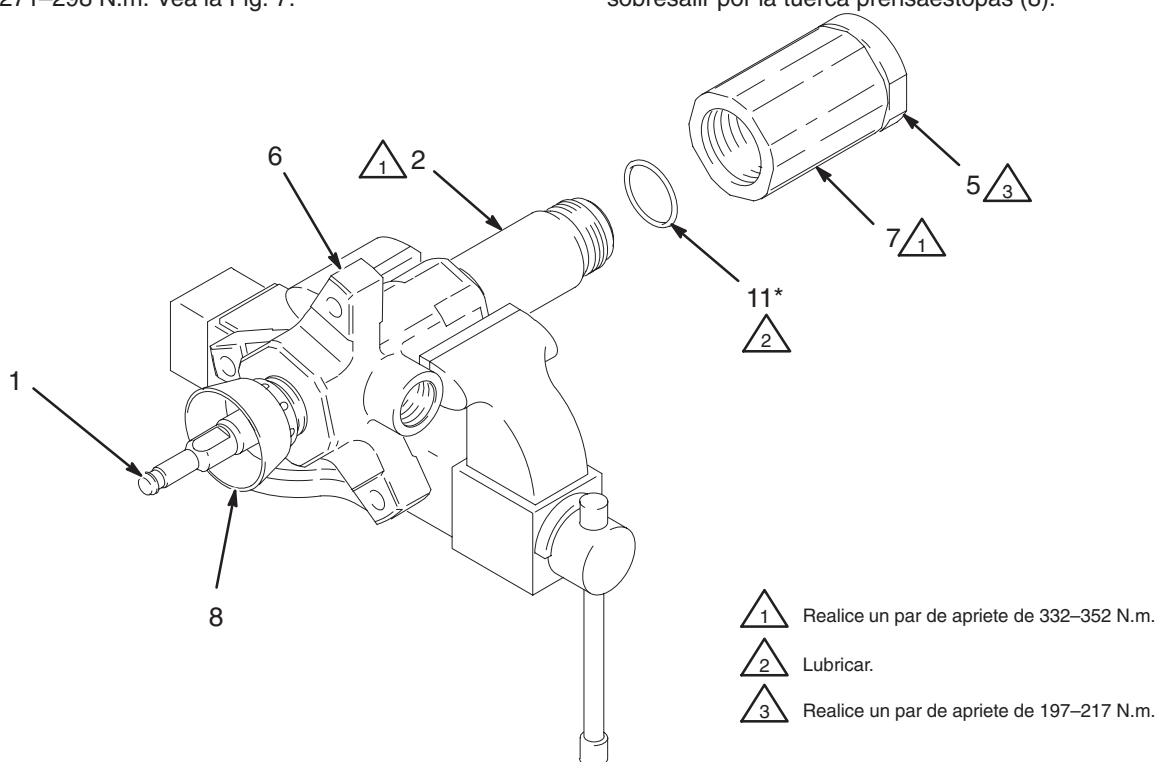

Fig. 8
5. Lubrique la rosca de la tuerca prensaestopas (8) e instálela, sin apretarla demasiado, en el alojamiento de salida (6).
6. Lubrique las empaquetaduras del pistón. Introduzca la base de la varilla (1) y el conjunto del pistón en el cilindro (2). Dado que el cilindro es simétrico, cualquiera de los lados puede estar dirigido hacia arriba. Utilice un martillo de goma para introducir la varilla en del cilindro, hasta que el alojamiento de asiento del pistón (10) llegue al centro del cilindro.
7. Instale la junta (11*) en la parte superior del cilindro (2). Lubrique la junta y las roscas de la parte superior del cilindro.
8. Coloque el alojamiento de salida (6) en un torno de banco, como indica la Fig. 8. Deslice la base de la varilla (1) introduciéndola en el alojamiento de salida, y después enrosque a mano el cilindro (2) en el alojamiento de salida. Se enroscará fácilmente hasta que la junta (11*) entre en contacto con la superficie de sellado del alojamiento de salida. La parte superior de la varilla debe sobresalir por la tuerca prensaestopas (8).
- Instale la junta (11*) en la parte inferior del cilindro (2). Vea la Fig. 8. Lubrique la junta y las roscas del cilindro. Enrosque a mano el alojamiento de admisión (7) en el cilindro. Enrosque a mano el alojamiento de admisión en el cilindro. Se enroscará fácilmente hasta que la junta entre en contacto con la superficie de sellado del alojamiento de admisión.
- Utilice una llave para tubo para apretar la válvula de admisión (7) a un par de 332–352 N.m. Al hacerlo, también se apretará el cilindro (2) en el alojamiento de salida (6). Vea la Fig. 8.
- Usando una pata de gallo de 2–3/4 pulg. o una llave de tubo, apriete la válvula de admisión (5) a un par de 197–217 N.m.
- Apriete la tuerca prensaestopas (8) a un par de 61–75 N.m.